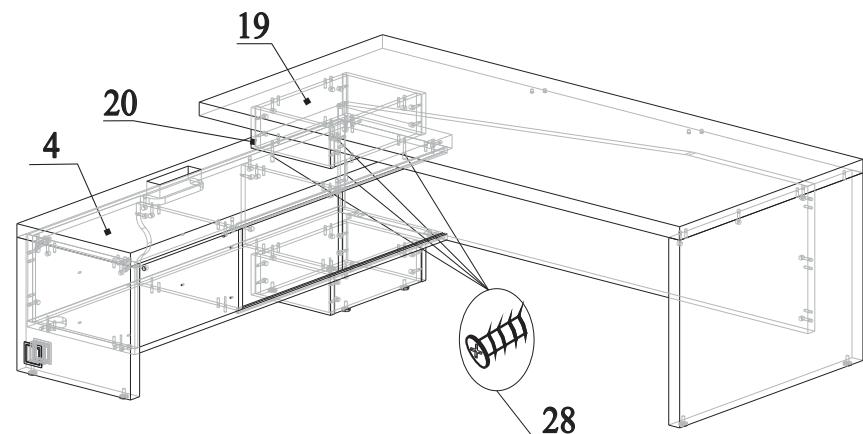

Рис.25
50. Соединить детали 19 с деталью 4, закрутить винты 28 в муфты на деталях 19 через отверстия на детали 9 и 4. (рис.25)